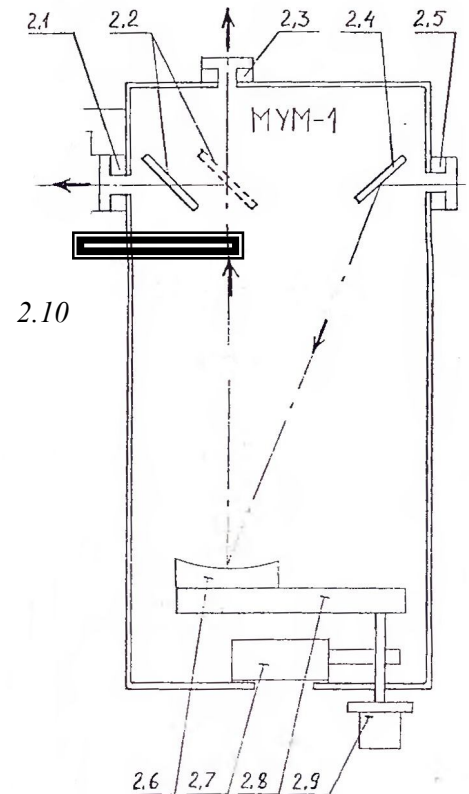

Рис. 2. Монохроматор учебный малогабаритный МУМ-1
Свет от ртутной лампы поступает на вход (объектив) 2.5 монохроматора МУМ-01 (рис.2). Монохроматор имеет сферическую дифракционную решетку 2.6, боковой выход 2.3 (с жестко укрепленным фотоприемником), задний выход 2.1 (для визуального наблюдения спектра в видимой области), механизм 2.8 поворота решетки и связанный с ним механизм 2.7 отсчета длины волны излучения с приводом от вала с ручкой 2.9. на входе и на выходах имеется возможность устанавливать сменные щели. Излучение, вошедшее во входную щель 2.5, направляется на дифракционную решетку 2.6 неподвижным зеркалом 2.4. Длина волны излучения, отраженного от решетки в направлении выхода монохроматора зависит от ориентации решетки. Поворот решетки осуществляется вращением ручки 2.9. Длина волны
4. Переведите шток 2.10 (см. рис. 2), расположенный на передней панели монохроматора в положение, обеспечивающее визуальное наблюдение спектральных линий.